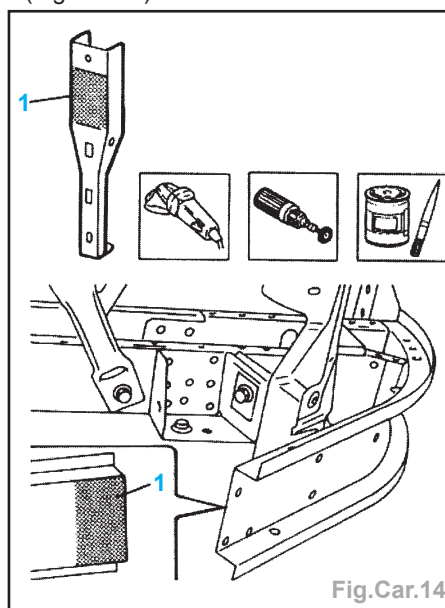

Fig.Car.14
- Nettoyer la zone (1) de soudures et appliquer un apprêt électro-soudable (Fig.Car.14).